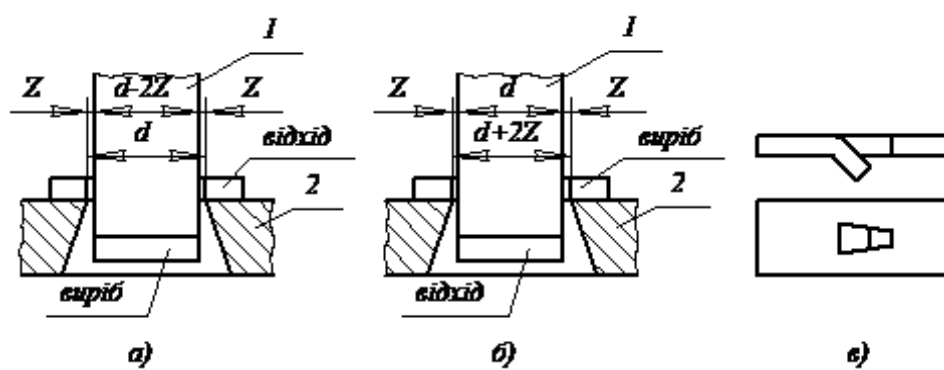
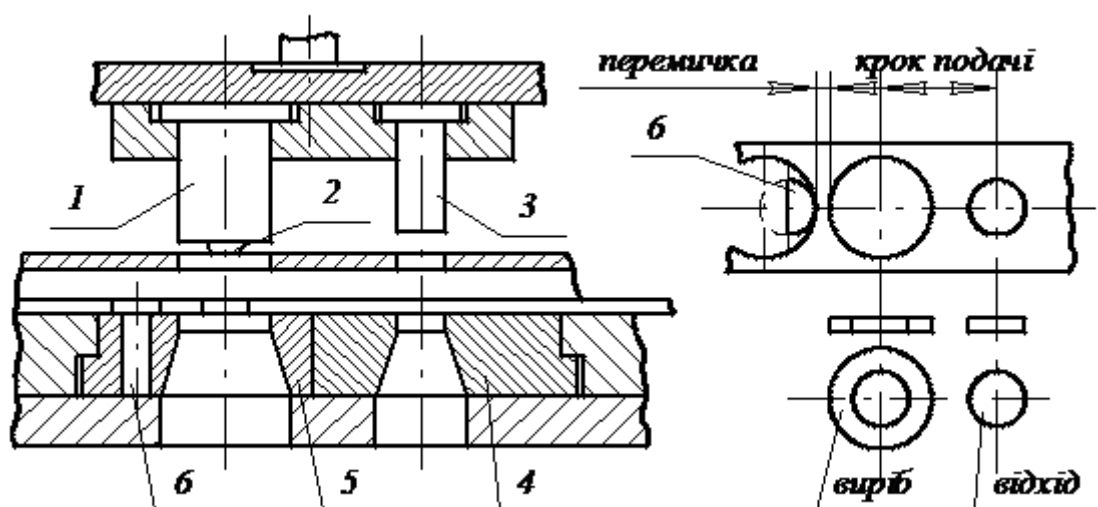

Рисунок 15 – Схеми роздільних операцій:
Рисунок 19 – Штамп послідовної дії:
1.1.2 **Вирізування** (вирубівання) – повне відокремлення матеріалу по замкнутому контуру. При цьому частина, що відокремлюється, є виробом (рис. 15, а).
1.1.3 **Пробивання** – операція отримання в деталі наскрізного отвору (рис. 15, б). Операції вирізування та пробивання виконуються за допомогою штампів (див. рис. 19), Головними робочими деталями штампів є пуансон 1 і матриця 2 (рис. 15), які працюють як ножі замкнутої форми. Зазор γ між пуансоном та матрицею, що дорівнює $(0,05 \dots 0,1) \cdot S$, де S - товщина вихідної заготовки, забезпечується за рахунок зменшення діаметра пуансона при вирізанні (вирубанні) і за рахунок збільшення діаметра матриці при пробиванні.
1.1.4 **Надрізання** – операція часткового відокремлення матеріалу по незамкнутому контуру без видалення залишків, тобто без відходів (рис. 15, в).